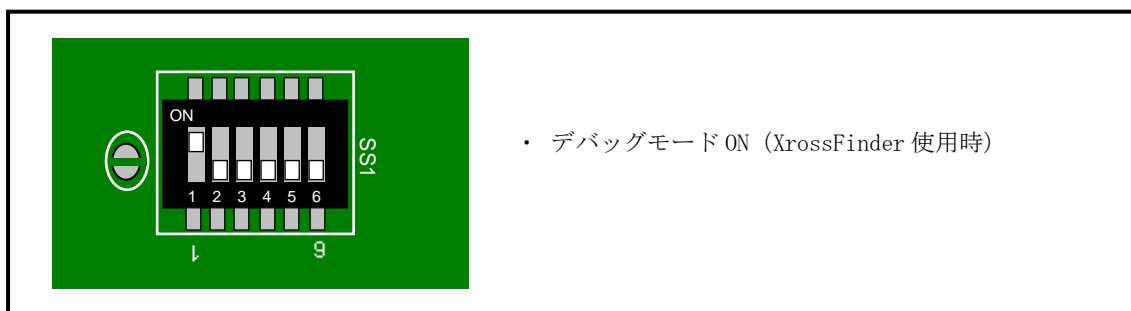

Fig 1.2-1 デバッグモード ON
(2) RAM 上でのデバッグ
- ① AP-SH2F-6A のスイッチを「1.2 動作モード」「Fig1.2-1 デバッグモード ON」に合わせて設定します。
- ② XrossFinder を起動し、¥sample フォルダ直下にある XrossFinder_sh2f_6a_32bit.xfc コマンドファイルを読み込みます。
- ③ ¥Debug_32bit フォルダ内の ap_sh2f_6a.abs を XrossFinder でダウンロードして動作を確認して下さい。
(3) ROM 上でのデバッグ
- ② XrossFinder を起動し、¥sample フォルダ直下にある XrossFinder_sh2f_6a_16bit.xfc コマンドファイルを読み込みます。
- ③ ¥Debug_16bit フォルダ内の ap_sh2f_6a.abs を XrossFinder でダウンロードして動作を確認して下さい。